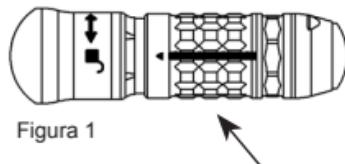

Figura 1
- Con uno spazzolino, pulire delicatamente le cannule del terminale mentre è immerso nella soluzione di pulizia. Usare lo spazzolino ACB per tutti i terminali, tranne il modello MA-D20-G1 e i manicotti dei cuscinetti dei terminali per procedure ad accesso minimo. Usare lo spazzolino SDCB per i terminali MA-D20-G1 e i manicotti dei cuscinetti dei terminali per procedure ad accesso minimo. Se il terminale riporta una ghera di rilascio (Figura 1), spostarla e spazzolare l'area esposta.
- Manipolare le parti semovibili, come le ghiere di rilascio (Figura 1).